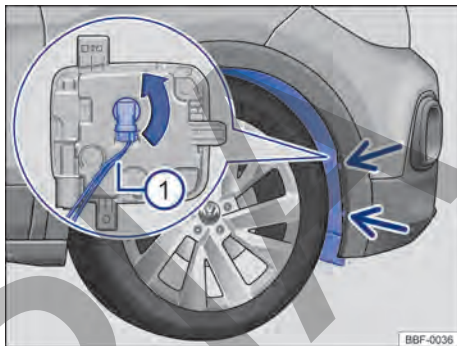

Fig. 205 En la caja de la rueda delantera: acceso a la bombilla del faro de neblina.
- ① Observar la lista de control y ejecutar las acciones → pág. 267.
- ② Retirar los tornillos de fijación del guarnecido del pasarruedas → fig. 205 (flechas) con la ayuda de un destornillador.
- ③ Tomar el guardabarros de los bordes entre los agujeros de los tornillos de fijación sueltos y presionar un poco hacia el lado interior del vehículo, para poder soltar el clip de adentro.
- ④ Rebatir con cuidado el guardabarros hacia el costado.
- ⑤ Desenganchar el conector de alimentación de la lámpara → fig. 205 ①, presionar al mismo tiempo, la traba de fijación del conector.
- ⑥ Girar el portalámpara → fig. 205 (flecha), en sentido antihorario hasta el tope, y desengancharlo del alojamiento.
- 11 Encajar el conector de alimentación → fig. 205 ① en el portalámparas, el conector debe encajarse audiblemente.
- 13 Volver a colocar los tornillos de fijación → fig. 205 (flechas) y ajustarlos.